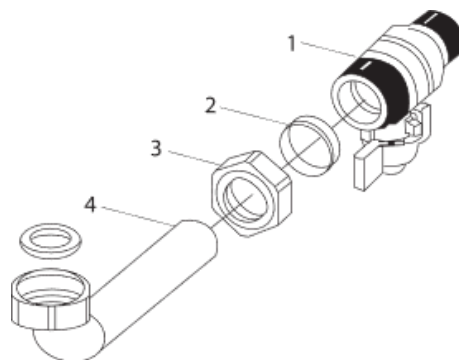

Рис. 13. 1. Газовый кран; 2. Шайба диаметром 18 мм; 3. Гайка; 4. Газовая труба.
- Постепенно открывайте кран подпитки 4 котла (см. рис. 13), убедившись, что автоматический воздушный клапан выпуска воздуха, установленный в котле, функционирует нормально; отсечные краны перед котлом открыты.
-  **ВАЖНО:** регулярно проверяйте по манометру, чтобы давление находилось в пределах от 0,12 до 0,15 МПа при не работающей горелке. При превышении давления откройте сливной кран. Если давление ниже нормы, откройте кран подпитки (см. Рис.13). Необходимо открывать кран подпитки очень плавно. В случае возникновения ситуации с частой подпиткой системы отопления рекомендуется обратиться в обслуживающую организацию.